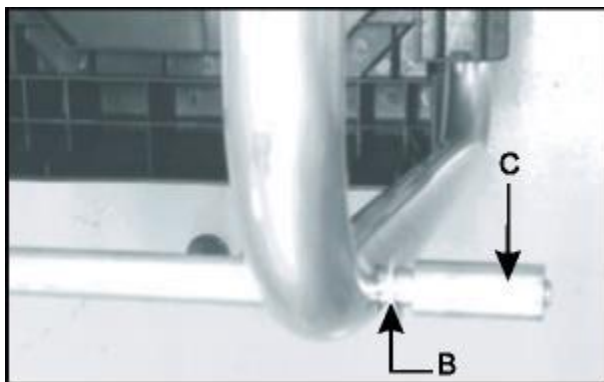

Fig. 1B
1. Plaats de meegeleverde sluitring (B) en de huls (C) op de wielas. (Fig. 1B)